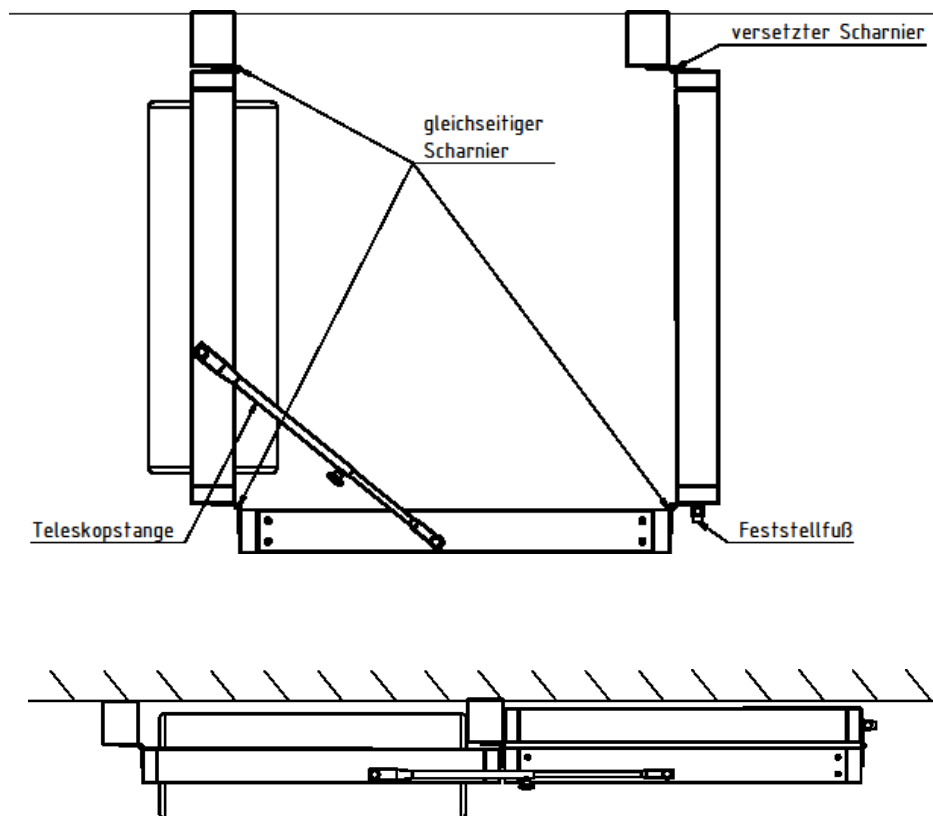
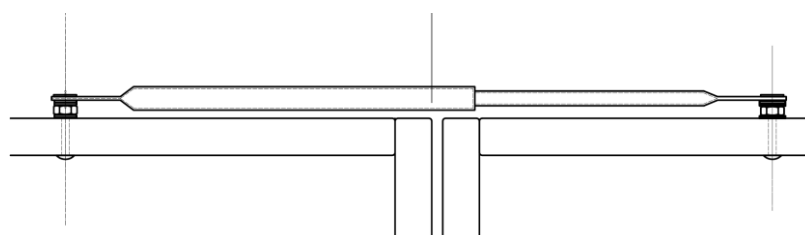

Abb. 5: Position der Teleskopstange beim aus- und eingeklappten Kletterhaus
Abb. 6: Montage der Teleskopstange
Als nächstes bekleben Sie alle Kletter-Einzelemente ① auf der Unterseite mit Filz ④, um Beschädigungen am Fußboden zu vermeiden. Danach montieren Sie die seitlich schwenkbaren Elemente an die Wandbalken. Das Schwenkelement am linken Wandbalken wird mit 3 gleichseitigen Scharnieren ⑥ befestigt, während dafür am rechten Wandbalken 3 versetzte Scharniere ⑦ verwendet werden. Zur Befestigung der Scharniere dienen die Spaxschrauben ⑬. Danach befestigen Sie das mittlere Element mittels 6 gleichseitiger Scharniere sowie Spaxschrauben an die bereits montierten, seitlich schwenkbaren Elemente. Alle beschriebenen Verbindungen sind auch in Abb. 5 dargestellt.
Im nächsten Schritt wird die Teleskopstange ⑭ inklusive der Sterngriffschraube ⑮ wie in Abb. 5 auf die beiden linken Elemente über Eck aufgesetzt und mit den Schlossschrauben ⑩ und Hülsenmutter ⑤ verschraubt. Die Sechskantmutter ⑪ und Scheiben ⑨ dienen zur Regulierung des Abstandes (Abb. 6). Bitte beachten Sie, dass die Schrauben nur so festgezogen werden, dass die Teleskopstange sich noch bewegen lässt, aber nicht mehr klappert.